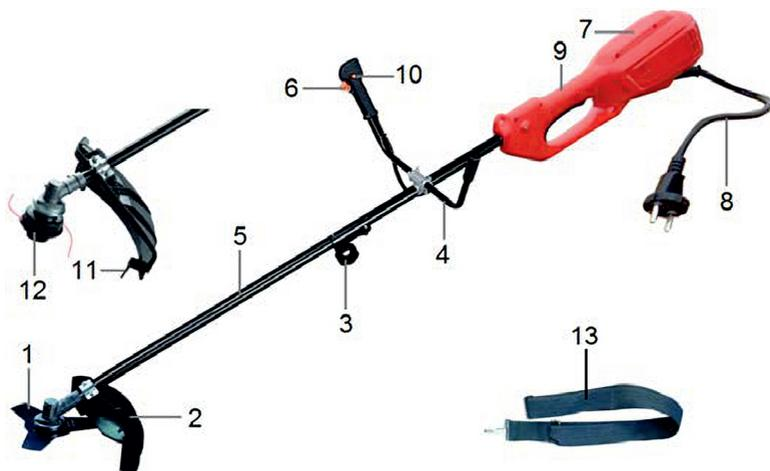

Рис. 2
6.1. Устройство триммера Рис.2.